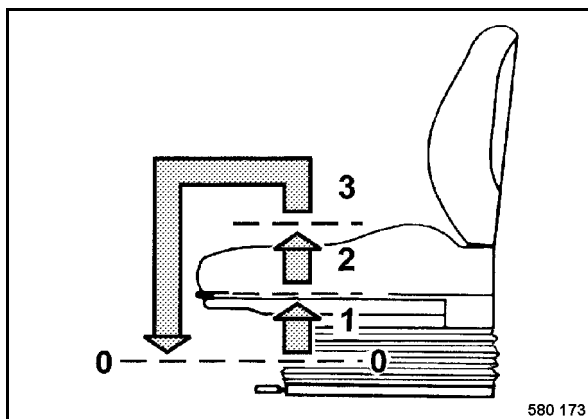

Fig. 55
- Para regular la altura del asiento hay que alzar el asiento (Fig. 55) hasta el asiento encaja en la correspondiente altura.